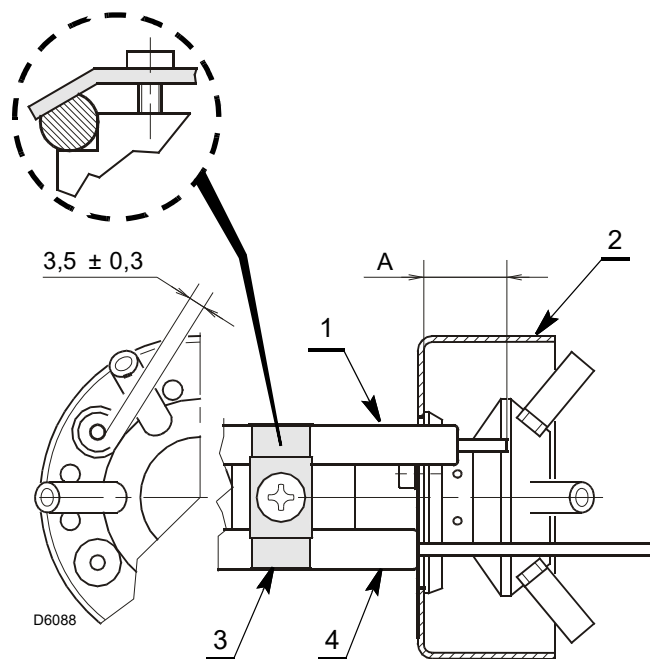

Abb. 14
- Das Einrasten der Platte 3)(Abb. 14) in der Abflachung der Elektrode 1) prüfen.